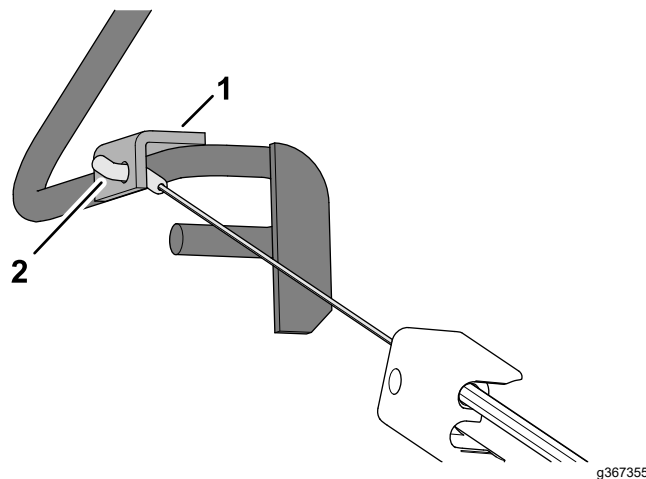

Figura 11
3. Insira a união do cabo através do orifício no suporte do manípulo de presença do operador, como se mostra na Figura 11.